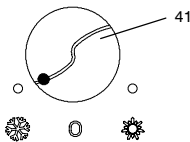

Fig. 4.10
- 19 Positionner le commutateur (41) comme indiqué sur la Fig. 4.10